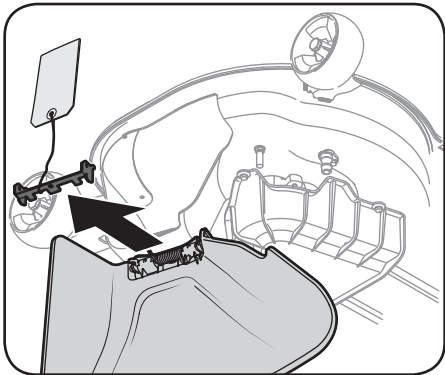

Figure 2-12
7. Soulevez la goulotte d'éjection et retirez le support. Abaissez la goulotte d'éjection et mettez le support au rebut. Voir Figure 2-12.